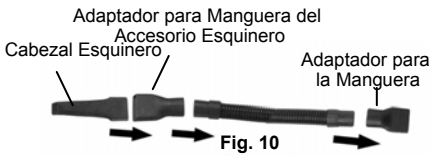

Fig. 10
2. Inserte un extremo de la manguera flexible en el adaptador para manguera de la aspiradora de mano y el otro extremo en el adaptador para el accesorio esquinero. (Fig. 10)